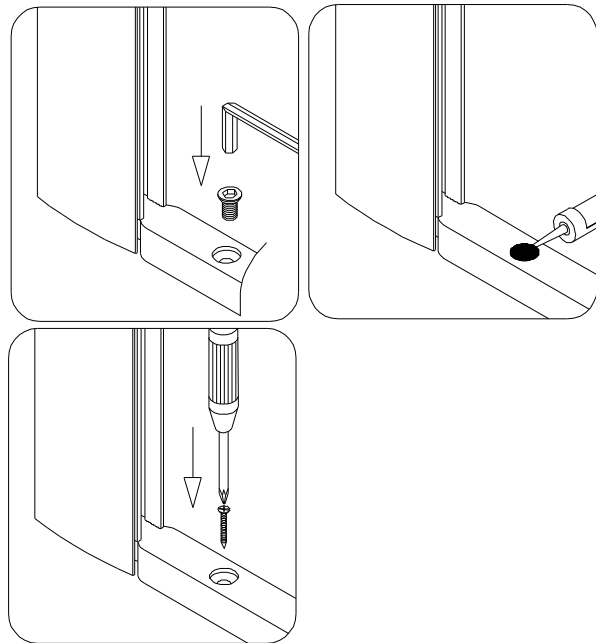

Рис. 9
9. Отверстие в Крепеже для штыревой петли (08) можно прикрыть **Плоским Болтом** под **внутренний шестигранник M6×12** для декорации или прикрепить к порогу **Шурупом с полукруглой головкой ST4.2×30**. Нанесите слой герметика на поверхность Шурупа или болта. Рис. 9